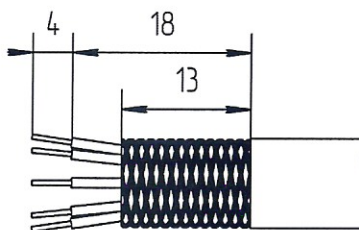

Рисунок 30 – Зачистка кабеля
11.1 Зачистить кабель (рис. 30).